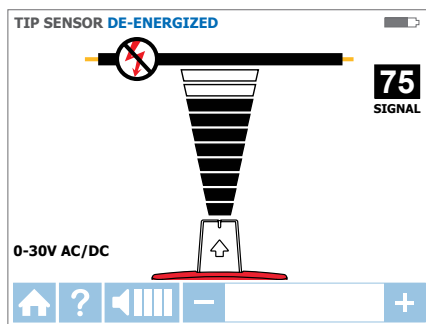

Rysunek 3.3b
3. Dla większości zastosowań należy wybrać tryb sygnału WYSOKI. Pojawi się ekran, jak pokazany na Rysunek 3.3b.